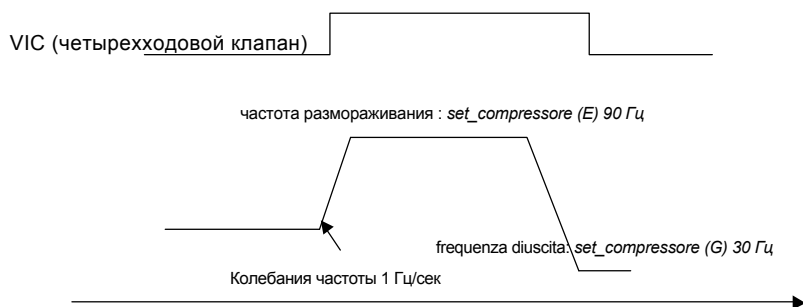

Рис. 22 - Пример оттаивания посредством впрыска горячего пара
Компрессор работает в диапазоне минимального/максимального значения частоты при запуске. Если вызвать торможение компрессора, прежде чем наступит останов, компрессор достигнет значения выходной частоты, меню <set_compressor (G):> 30 Гц в течение времени отключения <set_compressor (q)> 20 сек, или остального периода минимального рабочего времени. См. Рис. 22.